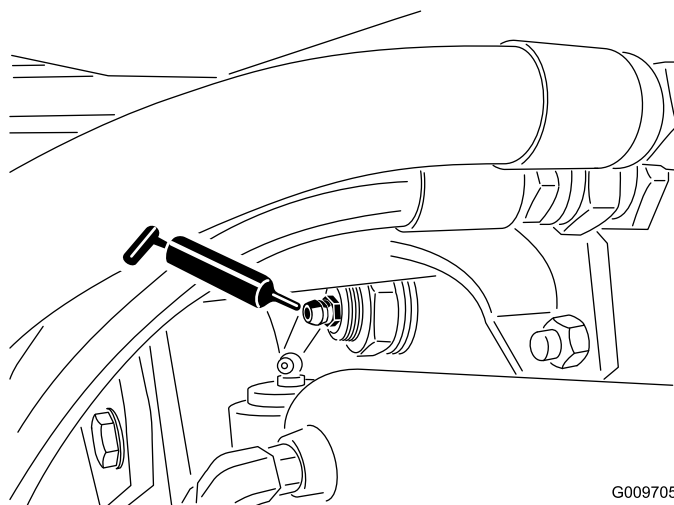

図 82
- 図 82 に示す、後アクスルピボットのブッシュ 2 ヶ所